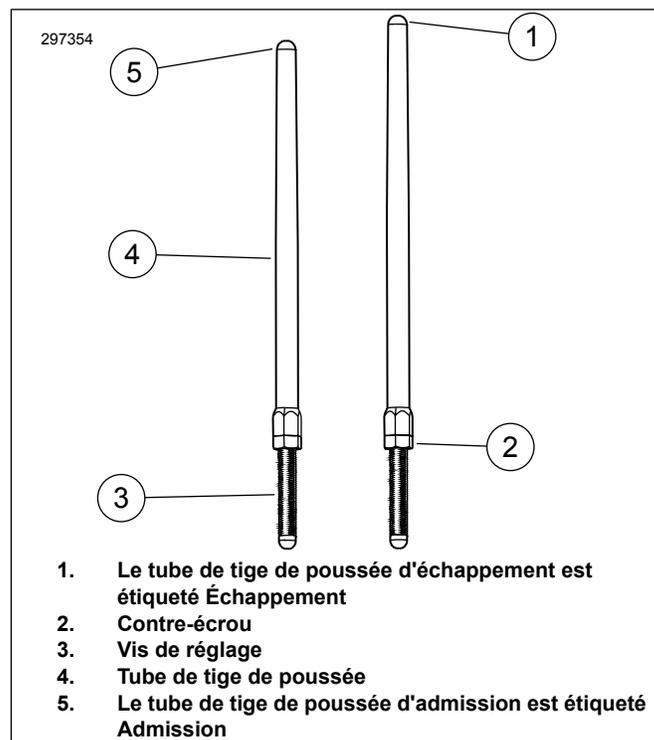

Figure 3. Tige de poussée réglable
6. Voir la figure 3. Desserrer le contre-écrou sur toutes les tiges de poussée et les régler à leur longueur la plus courte.